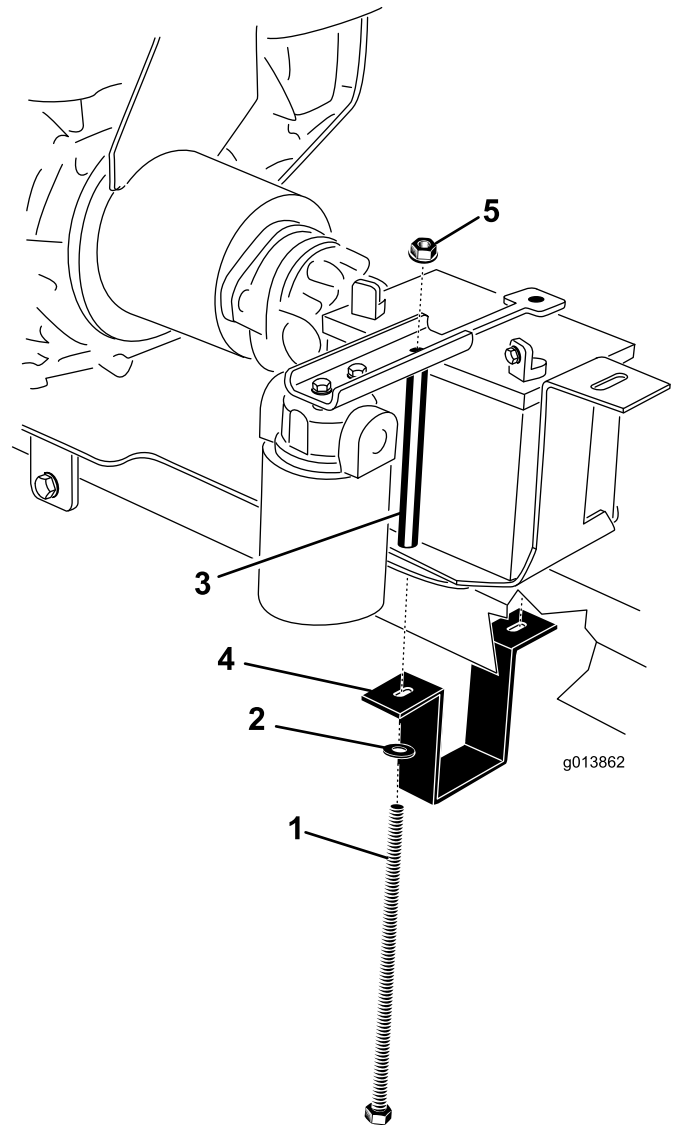

Figura 8
1. Perno de la batería (2) 4. Soporte de montaje de la batería
2. Arandela (2) 5. Contratuerca con arandela prensada (2)
22. Ajuste el soporte de montaje del motor de manera que quede apretado contra la barra de enganche. Termine de apretar los dos pernos que sujetan los soportes de montaje del motor a la placa de montaje del motor (Figura 8).
24. Coloque la batería en la bandeja, posicionando los bornes según se indica en Figura 8.
25. Coloque la pletina de sujeción de la batería en la batería (Figura 8).
26. Sujete el soporte de montaje de la batería alrededor de la parte inferior de la barra de enganche (Figura 8).
27. En el lado derecho, instale un perno de la batería a través de la arandela, el soporte de montaje de la batería, la placa de montaje del motor, la bandeja de la batería y la pletina de sujeción. Instale provisionalmente una tuerca con arandela prensada (Figura 8).
28. En el lado izquierdo, instale un perno de la batería a través de la arandela, el soporte de montaje de la batería, la placa de montaje del motor, la bandeja de la batería, el tubo del perno de la batería y la pletina de sujeción. Instale provisionalmente una tuerca con arandela prensada (Figura 8).